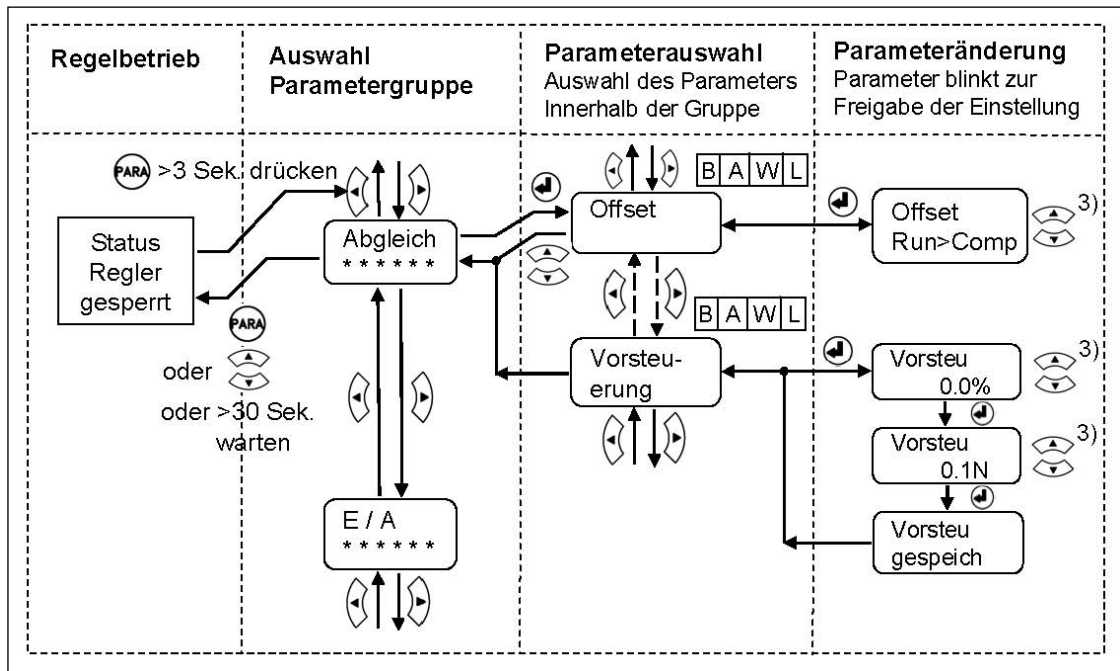

Bild 35: Statusdiagramm Abgleich-Prozeduren "Vorsteuerung" C309026d
- In der Parametergruppe Abgleichprozeduren die Prozedur *Vorsteuerung* wählen und gemäss **Bild 35** fortfahren.